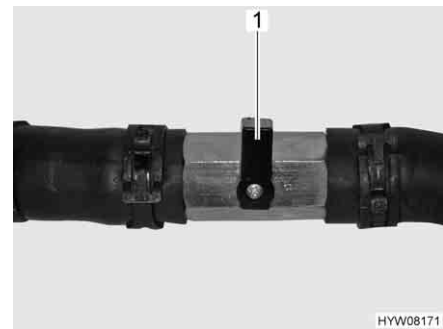

Fig. 187 Rubinetto chiuso
- Posizionare la leva (Fig. 187,1) verticalmente rispetto alla tubazione.